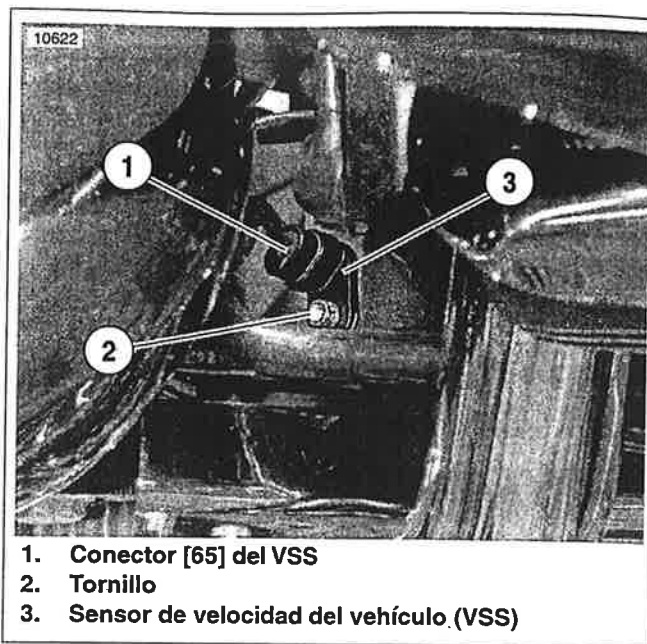

Figura 7-83. Sensor de velocidad de la motocicleta
2. Vea la Figura 7-83. Desconecte el conector [65A] (1) del arnés VSS del VSS (3) montado en la parte trasera de la caja del motor abajo del conjunto del motor del arranque.
3. Quite el tornillo (2). Cuidadosamente extraiga el VSS y el o-ring del cárter del motor.
1. Vea la Figura 7-83. Instale con cuidado el VSS (3) y el o-ring en el cárter del motor con el tornillo (2). Apriete a 9,0-11,3 N·m (80-100 lb-pulg.).
2. Conecte el conector del arnés del VSS [65A] (1) al VSS.